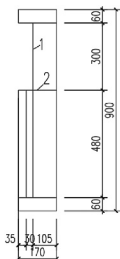
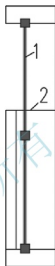

图 4.46 绘制“花瓶”的辅助线
图 4.47 观察 1 线的长度
(1) 在阳台旁边,按照图 4.46 所示的尺寸,用【矩形】、【分解】、【偏移】和【修剪】等命令绘制图形。
(2) 在命令行无命令的状态下,单击 1 线,1 线高亮并且出现 3 个夹点,如图 4.47 所示。观察图 4.46 所示的尺寸,可知 1 线的长度是 780mm。